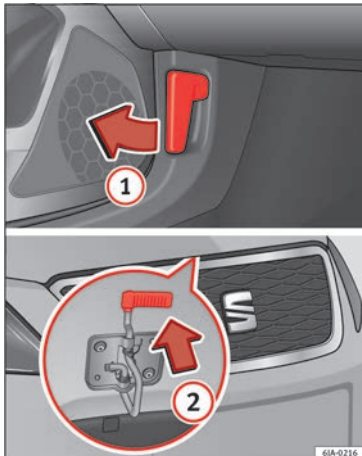

Fig. 7 Desbloqueo del capó del motor.
• Abrir el capó: tire de la palanca que hay debajo del tablero de instrumentos » fig. 7 ①.
• Levantar el capó: haga presión hacia arriba sobre el saliente situado debajo del capó » fig. 7 ②. El gancho de sujeción queda desbloqueado.